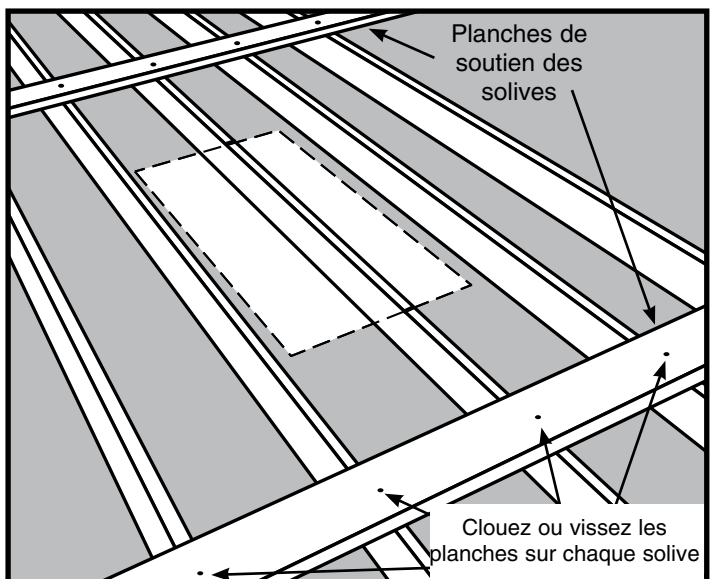

Figure 9
Étape 2. Coupez (2) planches de la taille des solives assez longues pour relier (2) solives de chaque côté de votre emplacement choisi (Voir la Figure 9). Ces planches vont soutenir les solives qui vont être coupées et aider à empêcher le plafond de s'affaisser ou de s'écrouler complètement pendant que vous travaillez dans l'espace du dessus.
Étape 3. Placez ces planches approximativement à 61 cm du bord de votre emplacement choisi, et clouez-les (Voir la Figure 9).